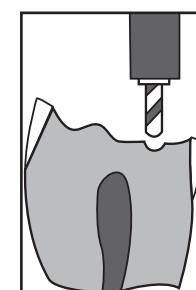
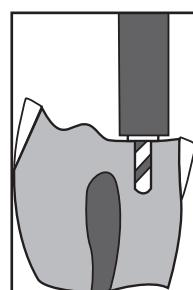

Figure 2
Figure 3
- With MAX Depth Limiting Drill in a slow speed contra angle handpiece (**Fig. 2**), prepare channel to a depth just short of the counter bore (**Fig. 3**).
- Der MAX Pin Stufenbohrer wird in einem untersetzten Winkelstück (2 grüne Ringe) eingespannt (**Abb. 2**). Der Kanal wird langsam und gefühlvoll bis knapp zur Schulter präpariert (**Abb. 3**). Es wird mit 750-1000 U/Min im Uhrzeigersinn gebohrt.